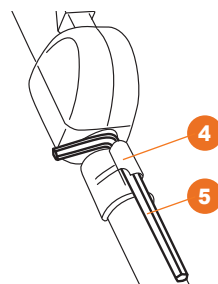

Рис. 8
- Установите на рукоятку крепление ключа **4** для смены режущего оборудования и закрепите в нем ключ **5** (Рис. 8).